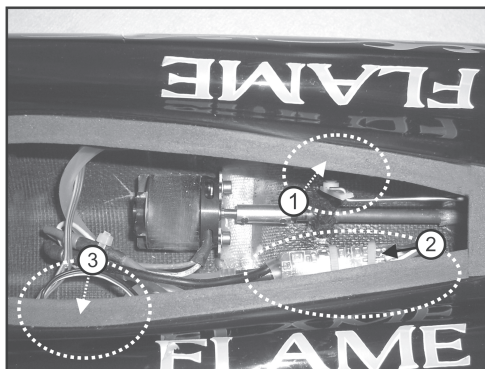

Figure 2
- La figure 2 montre le servo de direction (1) et le régulateur de vitesse (2) ainsi qu'un emplacement possible pour le montage du récepteur (3).